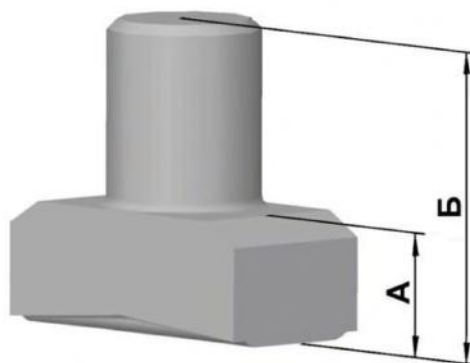

Рис. 3.44. Сухарь вилок переключения передач
- вложить в паз муфты переключения 5-ой передачи и заднего хода вилку переключения передач с сухарями. Сухари вилок имеют отличительные особенности (рис. 3.44):